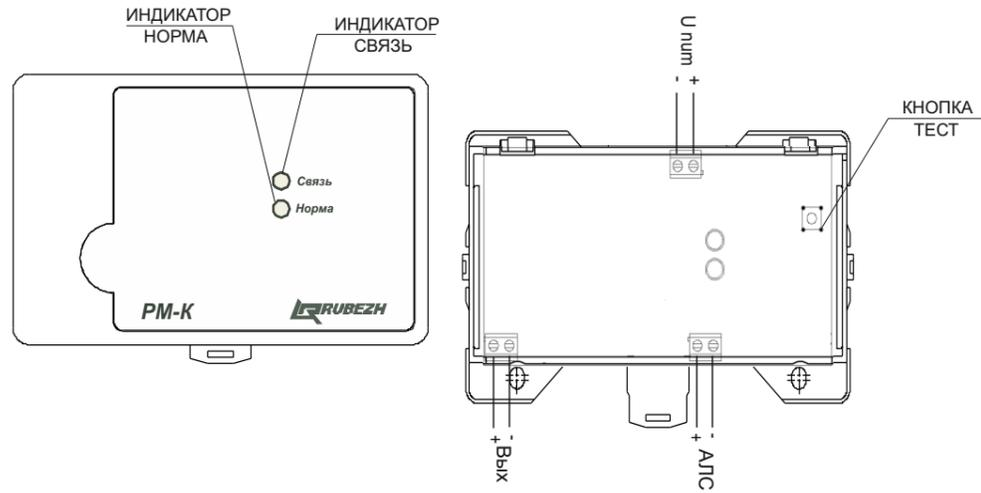

Рисунок 1
5.1 Конструктивно релейные модули выполнены в виде блока, состоящего из пластмассового корпуса (основание и крышка), внутри которого размещена плата с радиоэлементами (Рисунок 1).
7.5 Для конфигурирования релейного модуля, подключенного к АЛС, начальный адрес которого неизвестен, необходимо зайти в меню прибора, выбрать пункт «Настройка» («Конфигурация») => «Сервис» => «Адресация устройств» и нажать кнопку ТЕСТ на релейном модуле (Рисунок 1). На экране прибора откроется меню параметров релейного модуля: